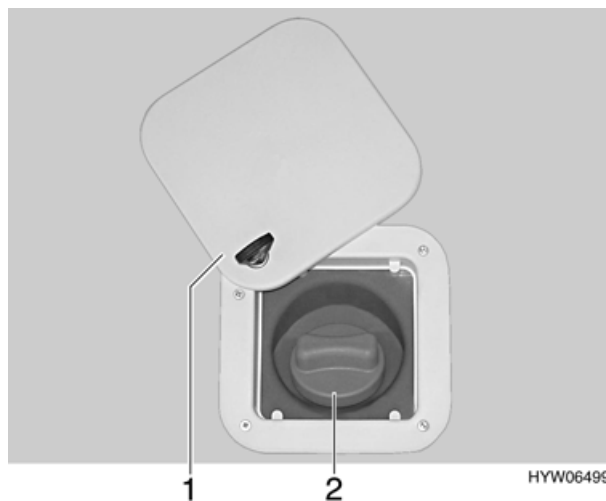

Bild 97 Verschlussdeckel für Frischwasser-Einfüllstutzen
- Klappenschloss öffnen und Außenklappe (Bild 97,1) nach oben schwenken (siehe Kapitel 5).
- Blauen Verschlussdeckel (Bild 97,2) eine viertel Umdrehung entgegen dem Uhrzeigersinn drehen.
- Frischwasser-Einfüllstutzen (Bild 97) außen am Caravan öffnen.